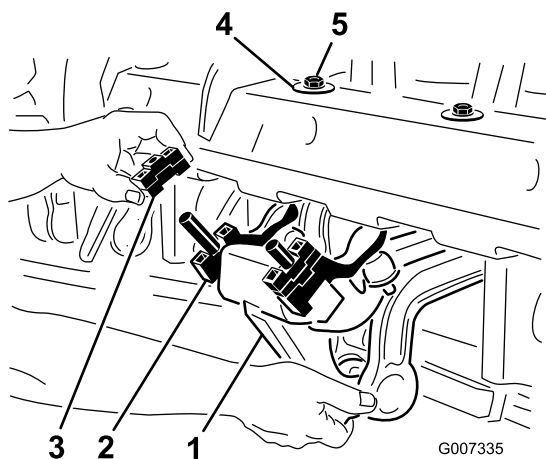

Figura 25
1. Retire las 2 contratueras ($\frac{1}{2}$ ") que sujetan el conjunto de amortiguación Rotalink a la parte inferior del bastidor del cabezal de perforación (Figura 25).
2. Baje el conjunto de amortiguación para tener acceso a los espaciadores (Figura 25).
- Vuelva a montar el conjunto de amortiguación en el bastidor del cabezal de perforación. Asegúrese de instalar la arandela D contra el bastidor del cabezal de perforación, como se muestra en la Figura 25. Apriete las 2 contratuercas.